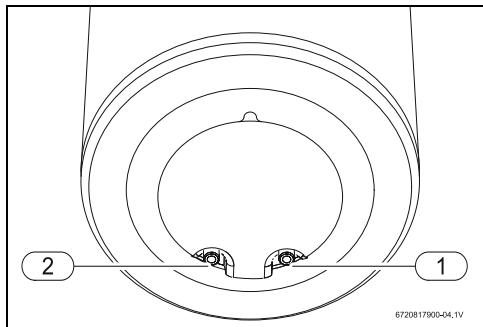

Fig. 11 Raccords d'eau (ES150/200)
- ▶ Marquer les conduites d'eau froide et d'eau chaude sanitaire de manière conforme pour éviter de les intervertir (fig. 11).